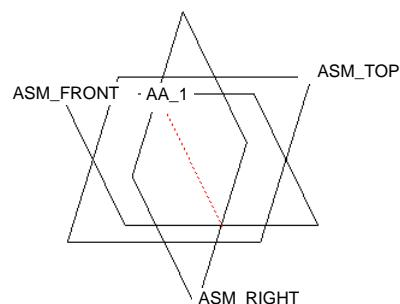

图 7.1.1 创建基准轴 AA_1
Step2. 选取基准平面 ASM_RIGHT，定义为 **穿过**；按住 Ctrl 键，选取 ASM_FRONT 基准平面，定义为 **穿过**；单击对话框中的 **确定** 按钮，得到图 7.1.1 所示的基准轴 AA_1。